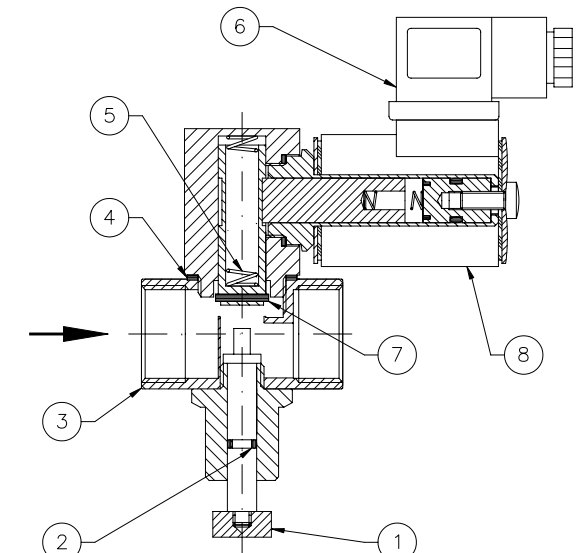

Fig. 2 Componenti elettrovalvola 6 bar con attacchi DN 15 (1/2) .. DN 50 (2) DN 15 (1/2) .. DN 50 (2) 6 bar connections electro-valve components
- Avec attaches DN 15 (1/2") .. DN 50 (Fig. 2)
- Con attacchi DN 15 (1/2") .. DN 50 (Fig. 2) premere il perno di riarmo (1)*
- With DN 15 (1/2") .. DN 50 connections (Fig. 2) push the reset pin (1)*